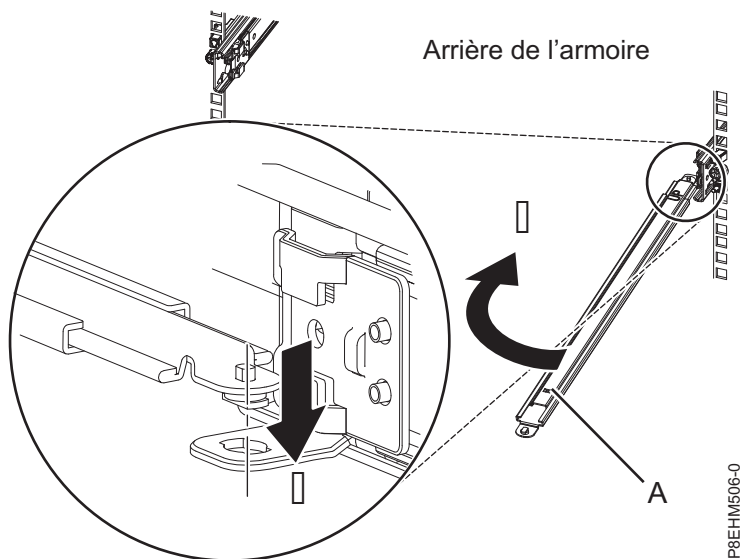

Figure 10. Connexion du bras de support
2. Connectez l'une des extrémités du bras de support (A) à la glissière droite (1) de façon à pouvoir faire basculer l'autre extrémité du bras de support vers le côté gauche de l'armoire (2). Voir figure 10, à la page 10.